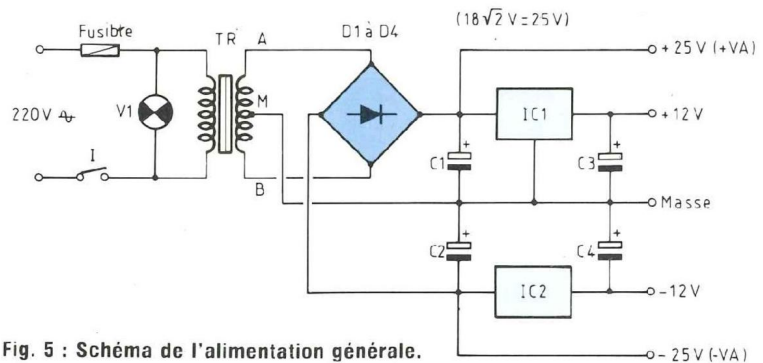

Fig. 5 : Schéma de l'alimentation générale.
– Pour le circuit de puissance, il nous faut $\pm 25 \text{ V}/2 \text{ A}$. Le schéma correspondant est donné en figure 5. Un transformateur de $2 \times 18 \text{ V}/2 \text{ A}$ attaqué un pont de Graëtz formé par D1 à